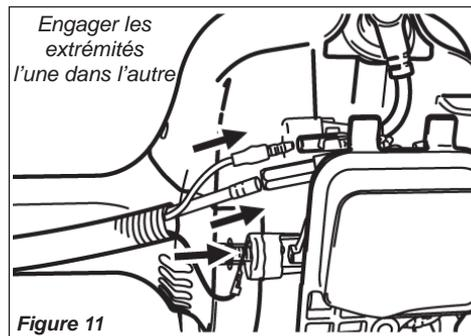

Figure 11
4. Raccorder les fils d'allumage. Voir la figure 11.